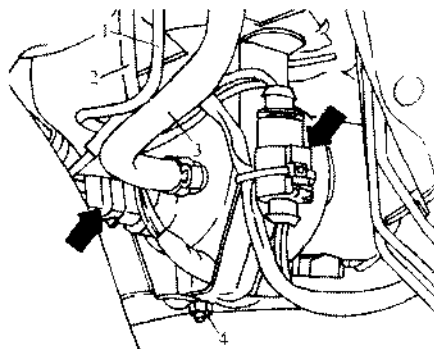
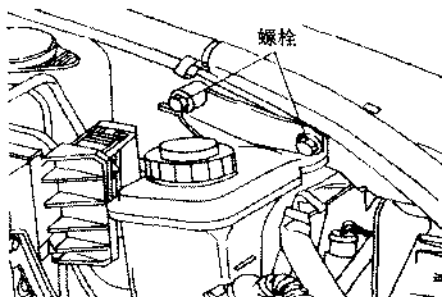

图 7.68 松开插头
图 7.70 松开液压油罐螺栓
- ① 查取收录机防盗编码。
- ② 关闭点火开关, 断开蓄电池。
- ③ 举升轿车。
- ④ 拆下左前轮衬板, 松开如图 7.68 所示中箭头所指的插头。
⑦ 松开如图 7.70 所示的液压油罐螺栓, 将其转向一旁。螺栓拧紧力矩为 $10\text{N} \cdot \text{m}$ 。
⑧ 松开并取下如图 7.68 所示的软管 3 的卡箍, 拧下如图 7.68 所示的制动管 1 和 2。
⑨ 用修理包 1H0 698 311A 中的堵塞, 封住制动管和螺纹孔, 从支架上松开制动管。
⑩ 拧下如图 7.70 所示的六角螺栓, 拧下支架紧固六角螺栓。
⑪ 将支架连同液压控制单元和液压泵向上抬高约 30mm, 从发动机舱中取出。
(4) 安装 ESP 液压泵。